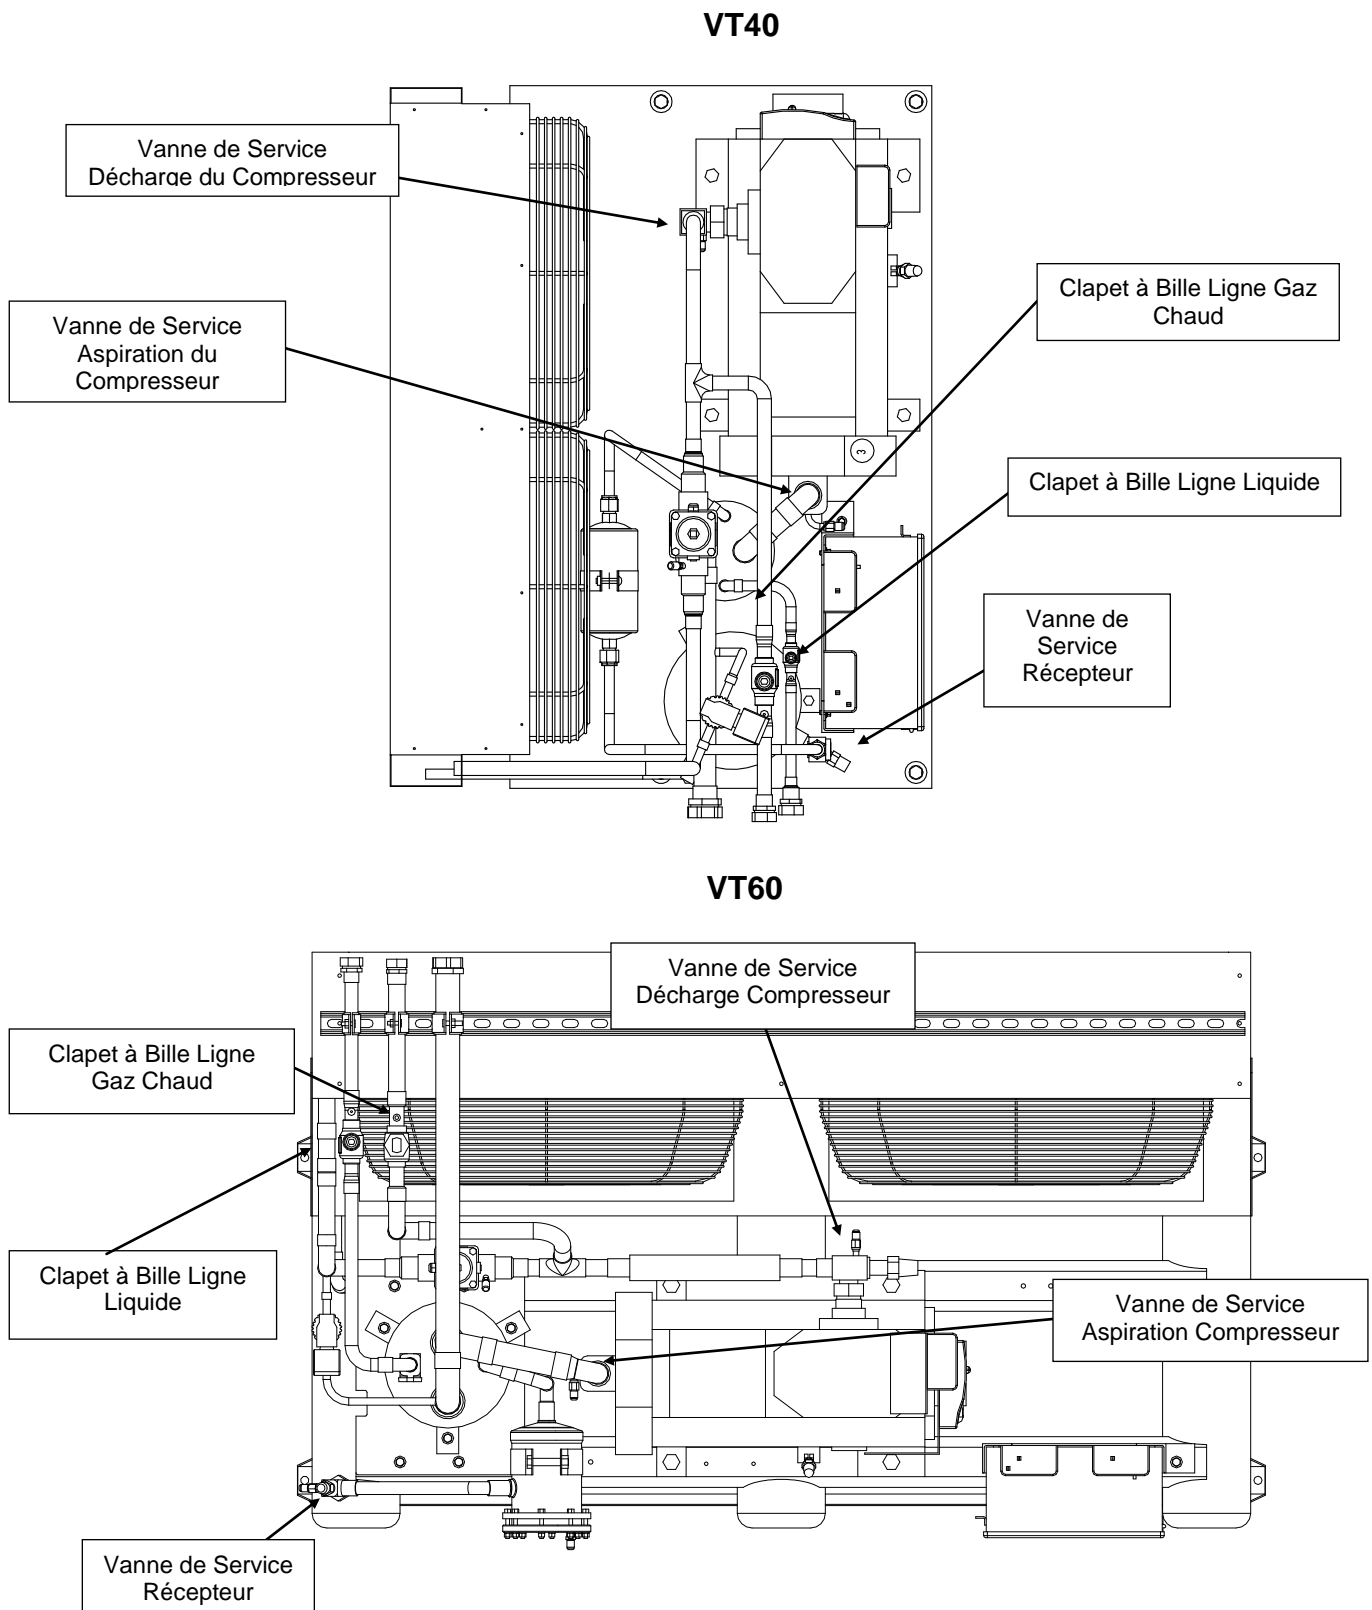

FIGURE 4-4
2. Ouvrez toutes les vannes d'opération et les clapets à bille. (Figure 4-4 et 4-5)